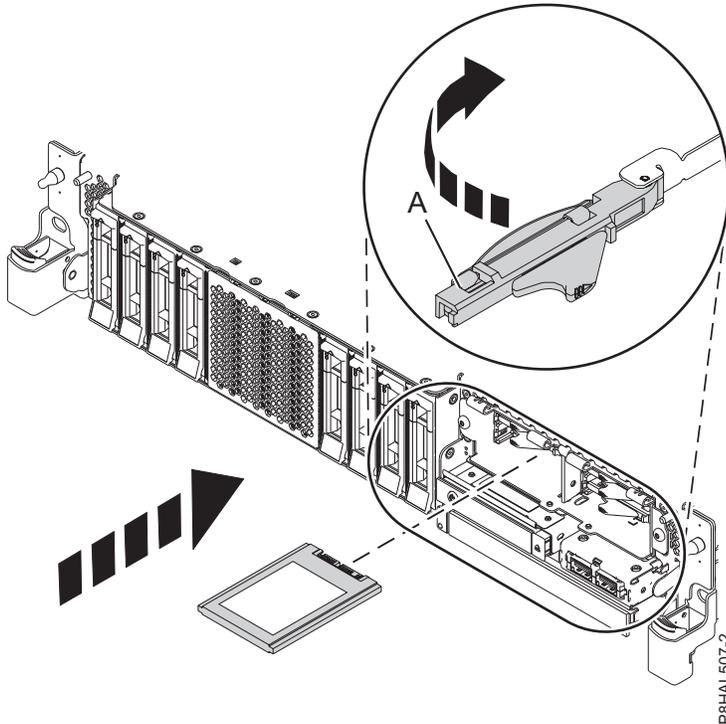

Figura 68. Sustitución de una SSD en un sistema de función ampliada
15. Con el asa de la bahía de unidad SSD (**A**) en la posición de desbloqueo, tire de la palanca hacia afuera para acceder a los rieles de guía de la ranura de SSD. Sostenga la SSD por la parte inferior mientras la alinea con los rieles de guía de la ranura de SSD. Consulte la Figura 68 en la página 74.
20. Bloquee la unidad girando el asa de la bahía (**A**) en la dirección que se muestra en la Figura 68 en la página 74.